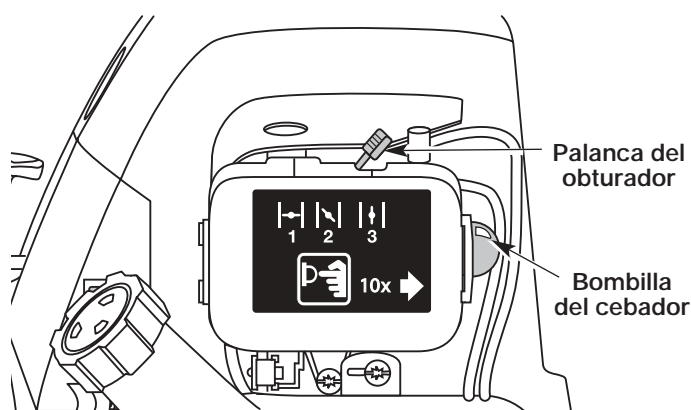

Fig. 21
4. Oprima completamente el cebador y suéltelo 10 veces. Hágalo lentamente. Se deberá ver un poco de combustible en el cebador y en las tuberías de alimentación de combustible (Fig. 21). Si no puede ver el combustible en el cebador, oprímalo y suéltelo tantas veces como sea necesario hasta que vea combustible en el mismo.
5. Coloque la palanca del obturador en Posición 1 (Fig. 21).